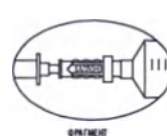

Рис. 4
- Осторожно извлеките экстракорпоральную трубку, Y-образное крепление и баллонный катетер C-T-образной ручкой из лотка. (Не отсоединяйте одноканальный клапан при извлечении экстракорпоральной трубки из лотка.) (См. рис. 4.)